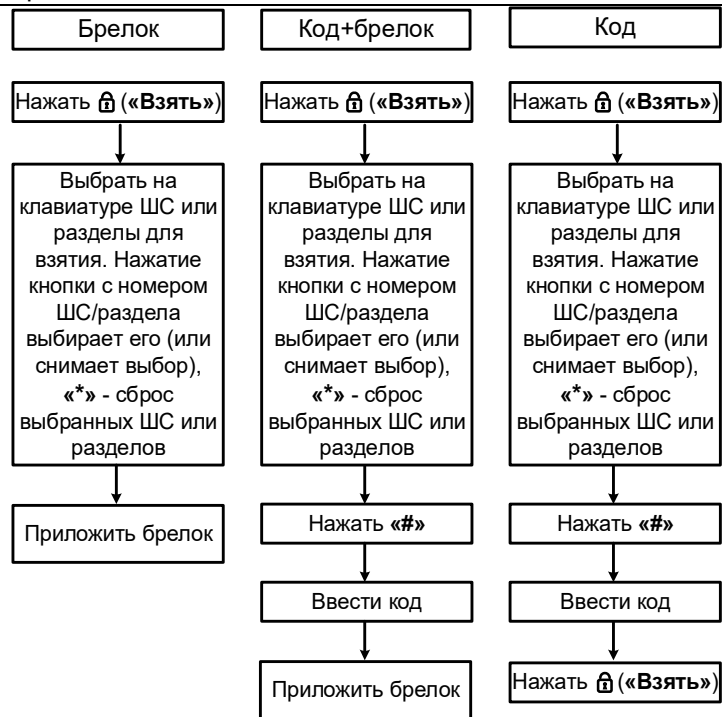

Рисунок 3 – Постановка под охрану с выбором шлейфов
- Если необходимо взять под охрану часть шлейфов (частичное взятие), то выбрать с помощью клавиатуры нужные шлейфы (по умолчанию для взятия выбраны все шлейфы, нажать «*» для сброса всех выбранных шлейфов, клавишами «0» – «9» выбрать (или снять выбор) нужный шлейф, соответствующий номеру клавиши для постановки под охрану (см. рисунок 3) и ввести код идентификации хозоргана одним из способов, указанных в п. 2.1 и на рисунке 3 и согласованным с ПЦН;